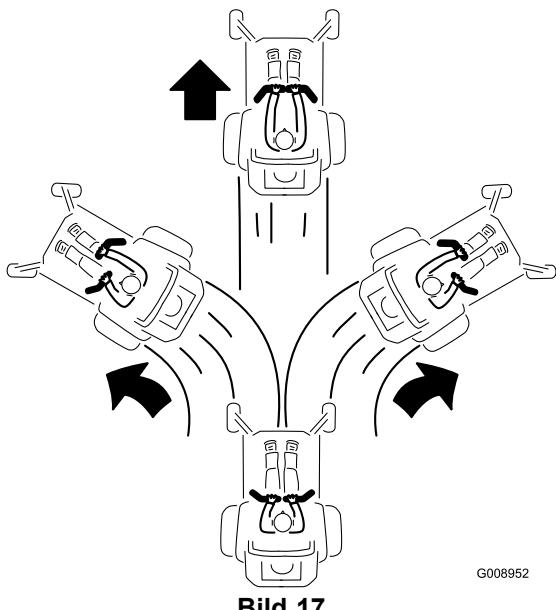

Bild 17
2. Drücken Sie die Steuerhebel langsam nach vorne, um vorwärtzfahren (Bild 17).
Wenden Sie denselben Druck auf beide Fahrantrebshebel an, um geradeaus zu fahren (Bild 17).
Verringern Sie zum Wenden den Druck auf den Fahrantrebshebel in der Richtung, in der Sie wenden möchten (Bild 17).